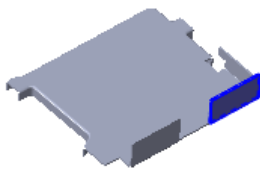
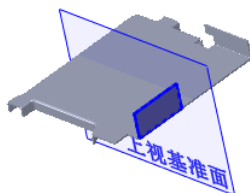

图 7.6.29 镜像 1
图 7.6.30 镜像基准面
Step17. 创建图 7.6.29 所示的钣金特征——镜像 1。选择下拉菜单 **插入(I)** → **阵列/镜向(A)** → **镜向(M)...** 命令；选取图 7.6.30 所示的上视基准面作为镜像基准面；选取边线-法兰 5 作为镜像 1 的对象；单击  按钮，完成镜像 1 的创作。